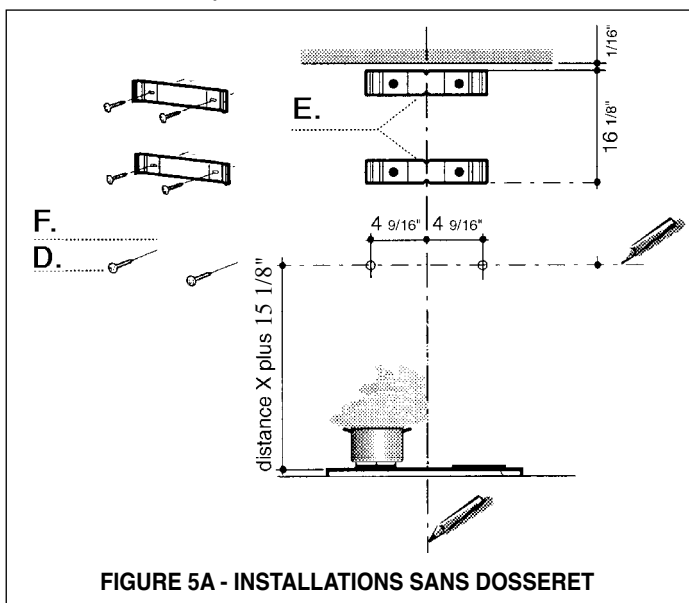

FIGURE 5A - INSTALLATIONS SANS DOSSERET
3. Déterminer la distance entre la hotte et la table de cuisson (**distance X de la FIGURE 4A ou 4B**). Marquer la ligne horizontale la hauteur de **distance X plus 13 3/4 po** (**de la FIGURE 5A - INSTALLATIONS SANS DOSSERET**).
4. Poser le FIXATION DE CHEMINÉE (E) sur le mur 1/16 po du plafond. Aligner son centre (découpes) sur la ligne vertical de repère. Marquer les centres des trous de le FIXATION DE CHEMINÉE.
5. Poser l'autre FIXATION DE CHEMINÉE (E) sur le mur 16 1/8 po sous le fixation de cheminée supérieure. Aligner son centre (découpes) sur la ligne vertical de repère . Marquer les centres des trous de le FIXATION DE CHEMINÉE.
6. Installer les FIXATIONS DE CHEMINÉE (E) au mur en utilisant les VIS DE FIXATIONS (D) fournies.
7. Les VIS DE FIXATIONS (D) pour la HOTTE (A de la FIGURE 1) doivent être insérées dans du bois solide. Marquer le mur sur la ligne horizontal 4 9/16 po de la ligne centrale sur le mur où la hotte sera installée (**de la FIGURE 5A ou 5B**) et installer les VIS DE FIXATIONS au mur. Ne pas installer complètement les VIS DE FIXATIONS au mur, en laissant un espace de 1/4 po entre le mur et la tête de la vis.